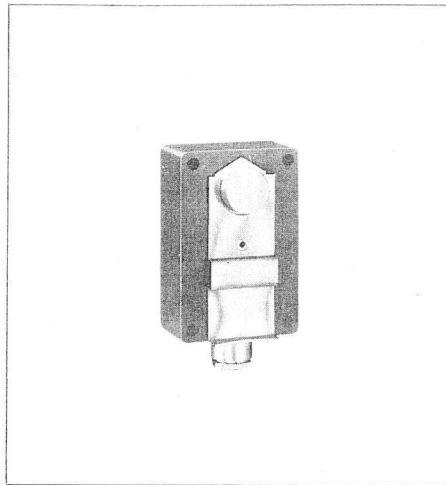

Bild 10 Vorlauffühler VFAN
3.2 Vorlauffühler VFAN (Bild 10)